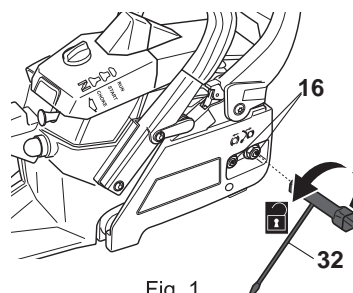

Fig. 1
3. Vérifiez au préalable que le frein est bien désactivé. S'il est activé, tirez la poignée de frein (11) vers l'arrière jusqu'à ce qu'elle s'enclenche en position, voir.
4. À l'aide de la Outil multifonctions fournie (32) dévissez les deux écrous de blocage (16) situés sur le côté du couvercle (18) (Fig.1) .